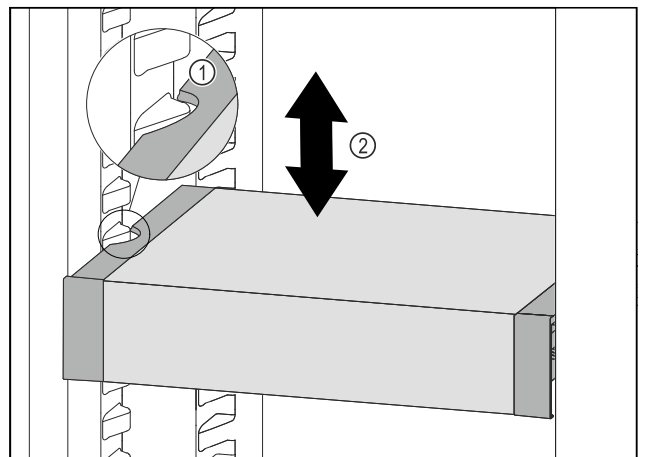

Fig. 152
- VarioSafe nach vorne ziehen, bis sich die seitlichen Aussparungen des VarioSafes auf Höhe der Behälterrippe im Kühlteil befinden. Fig. 152 (1)
- VarioSafe im Kühlteil nach oben oder unten bewegen, bis gewünschte Höhe erreicht ist. Fig. 152 (2)